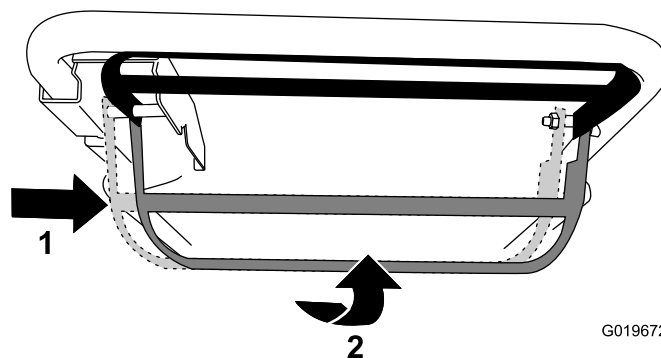

Figura 17
- **Utilizar a transmissão autopropulsora e engatar a lâmina:** Desloque a barra de controlo da lâmina totalmente para a direita e eleve-a em direção à pega (Figura 17).